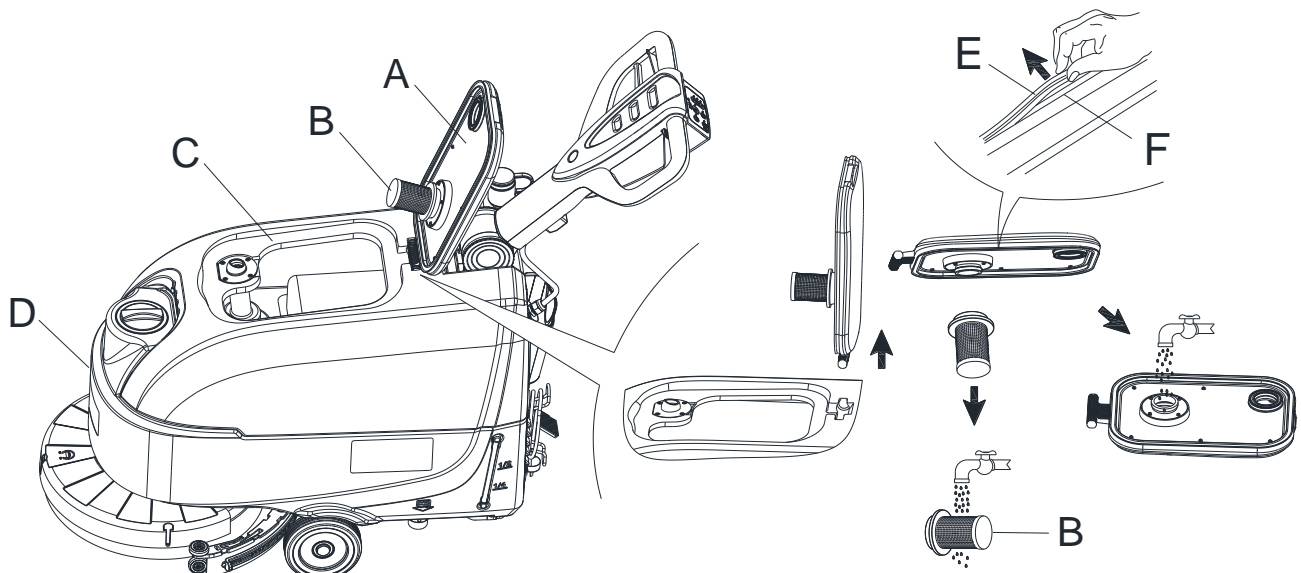

Figure 6
15. Vérifiez si la surface de contact de la bande d'étanchéité (E) est intègre et si l'étanchéité est suffisante. Si nécessaire, sortez de la rainure (H) la bande d'étanchéité du réservoir et remplacez-la. Montez la nouvelle bande d'étanchéité comme illustré à la Figure 6, le joint doit se trouver dans la zone centrale.
16. Fermer le couvercle du réservoir de récupération (A).